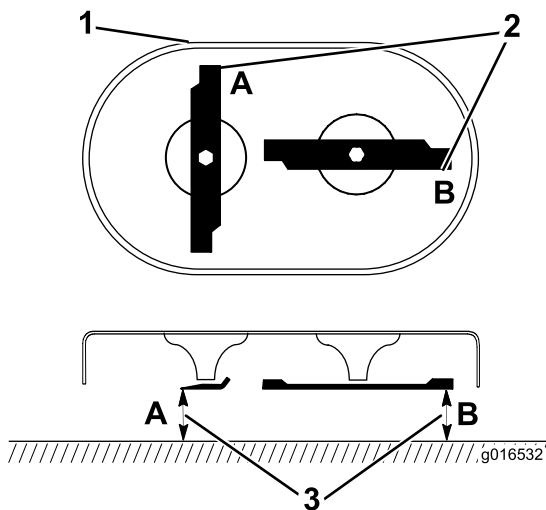

Bild 28
1. Drehen Sie die Messer in die Stellung, die in Bild 28 abgebildet ist.